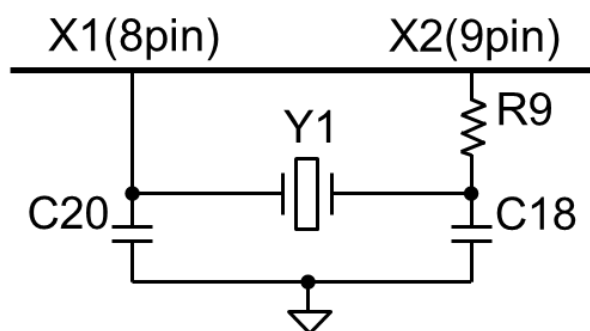

Figure 2-2 水晶発振回路の接続例
- 水晶発振回路の接続例を Figure 2-2 に示します。